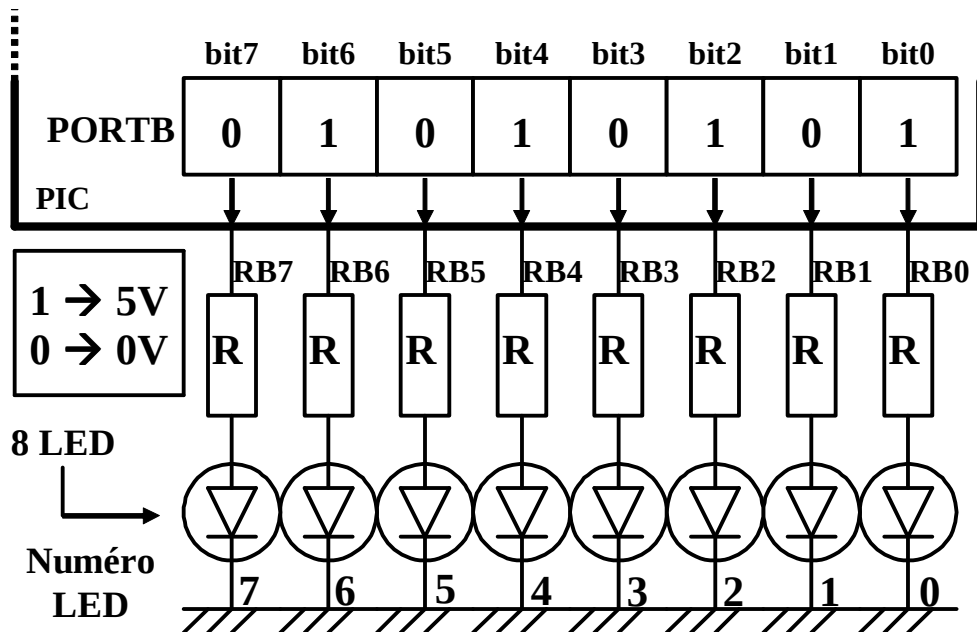

Figure VIII.5.
Exemple, sur la figure VIII.5., où on a relié en plus une résistance R et une LED sur chaque ligne **RB_i** du **PORTB**.
Mais on voit que la logique de commande pour piloter la led est ici l'inverse de celle présentée sur la figure VIII.5. précédente.
- **figure VIII.7. : cas où on veut agir en même temps sur les 8 bits d'un port** (cf. figure VIII.5.)
PORTB = 0b0101 0101 ;   // pour obtenir l'état de la figure VIII.5.